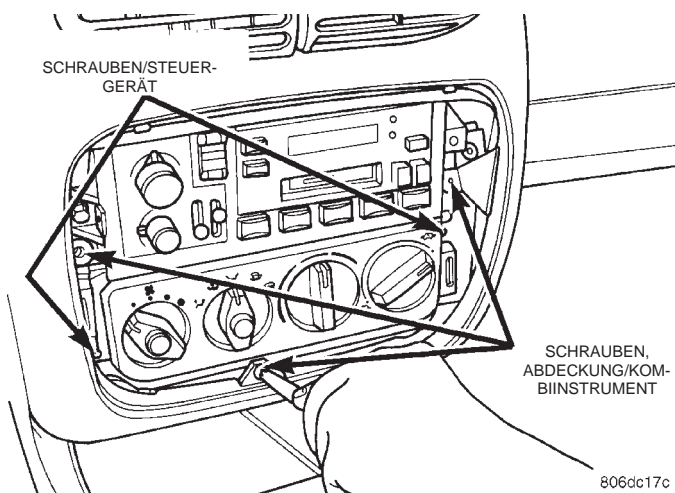

Abb. 30 Befestigungsschrauben des Steuergeräts
- (3) Befestigungsschrauben der Abdeckung des Kombiinstrumentes, die durch den Ausbau der Blende freigelegt wurden, lösen (Abb. 30).